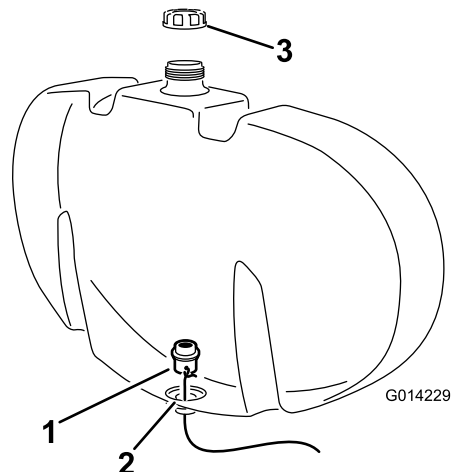

Figura 7
- E. Utilize o cabo para guiar a união do anteparo para a abertura na parte inferior do depósito (Figura 7).
- F. Mova a união do anteparo para a sua posição, certificando-se que a junta transparente encaixa na parede interior do depósito de lavagem (Figura 7).